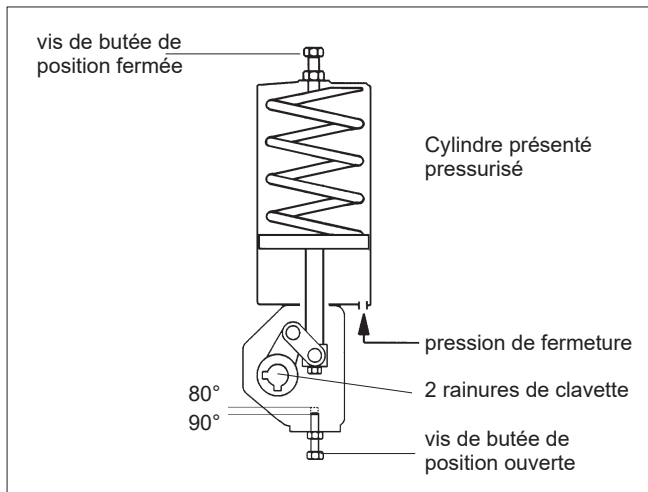

Fig. 7 Actionneur B1JA
Installer l'actionneur sur la vanne avec le piston dans la partie inférieure du cylindre et la vanne en position ouverte (voir Figure 7). Le cylindre doit être dépressurisé et les raccords pneumatiques ouverts. Le réglage de la position ouverte se fait à l'aide de la vis de butée (27) à l'extrémité du cylindre. Effectuer ensuite le réglage de la position fermée à l'aide la vis de butée (26) du chapeau du cylindre, avec l'actionneur pressurisé et le piston en position supérieure.